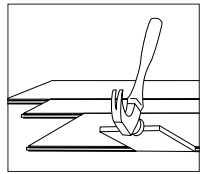

Figura 12
- Es posible que se deba alinear el producto con un retazo cortado según se ilustra (Figura 12 – mantenga el ángulo del retazo bajo para no dañar el borde).